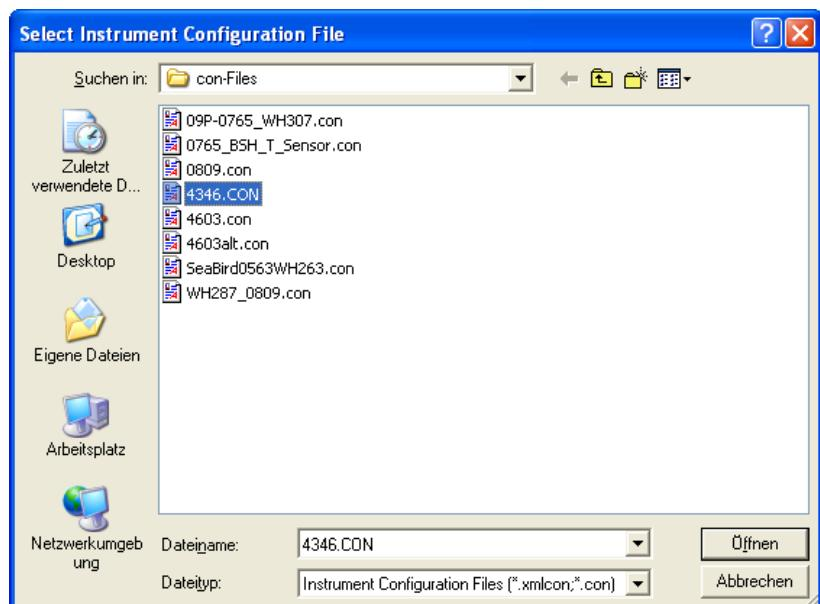

Abb. 5. Konfiguration File auswählen.
2. Unter **Configure Inputs** → **Instruments Configuration** → **Open** (Abb. 5, Seite 15) immer den .xmlcon oder .con-File zur entsprechenden Sonde auswählen. .xmlcon oder .con-File hat die **4-stellige Gerätenummer** und die Gerätenummer steht auf dem Seabirdlabel des Sondengehäuses. Bsp.: **0809.xmlcon** oder **0809.con**